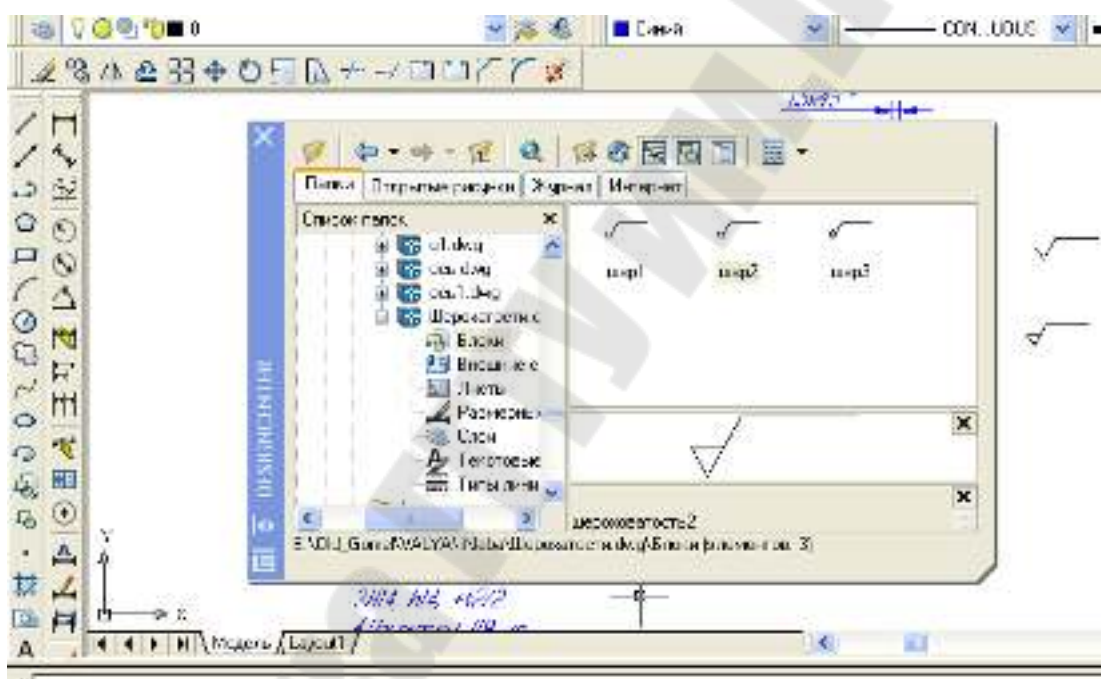

Рисунок 3.7 Экран с «Центром управления»
3. Выбрать команду: **Сервис/Центр управления** (см рис. 3.7)